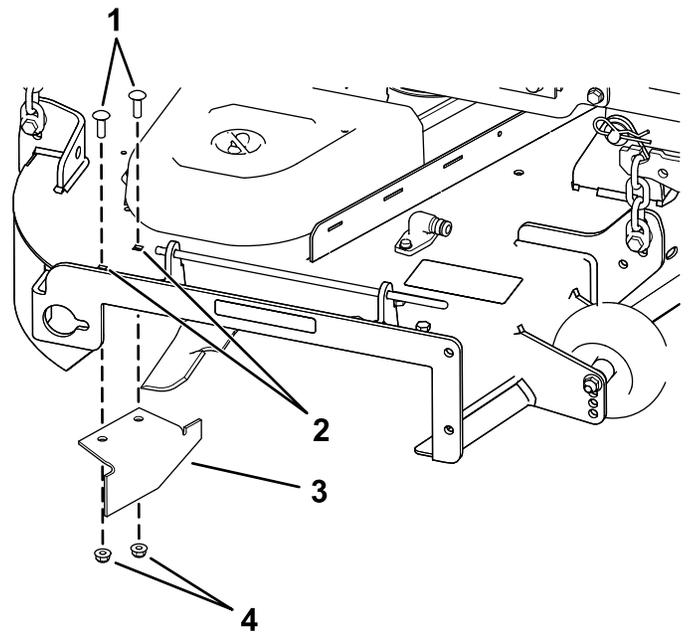

Bild 35
14. Suchen Sie das Versatzablenklech in den losen Teilen und entfernen Sie die Befestigungen in den hinteren Löchern der Auswurfplatte. Befestigen Sie das Ablenklech in der Seitenauswurföffnung am Mähwerk (Bild 35).